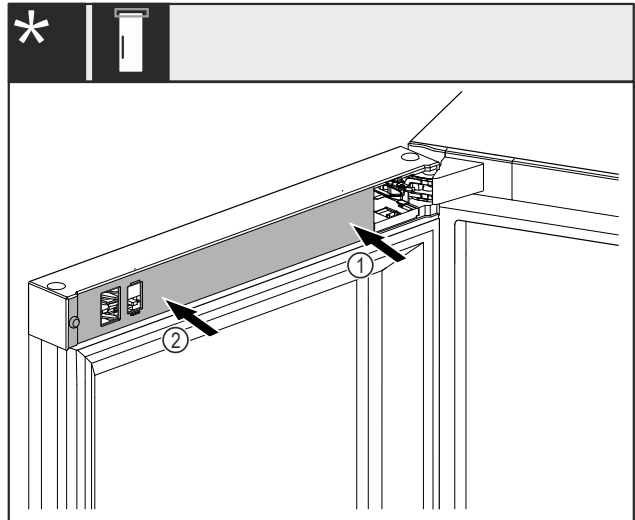

Fig. 46
- Afdekking Fig. 46 (1) eerst aan de lagerbokzijde plaatsen en vastklikken.
- Afdekking Fig. 46 (2) aan de buitenkant plaatsen en vastklikken.